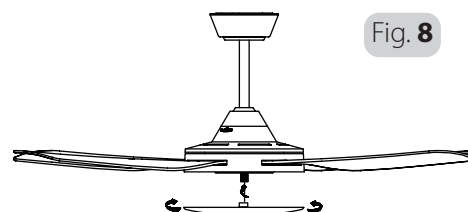

Fig. 8
10. Bei Modellen ohne Beleuchtung wird die untere Abdeckung befestigt, indem sie gegen die Unterseite des Motors ausgerichtet und im Uhrzeigersinn gedreht wird. Siehe Abb. 8
10. For non-light models; attach the bottom cover (down cover) by aligning up against the bottom of the motor and twisting in a clockwise direction. Refer Fig. 8
10. Pour les modèles sans système d'éclairage, fixez le couvercle inférieur en l'alignant avec la partie inférieure du moteur et en le faisant tourner dans le sens horaire. Voir Figure 8
10. Per modelli senza luce; attaccare la copertura inferiore (coperchio inferiore) allineandola con il fondo del motore e ruotandola in senso orario. Vedere fig. 8
10. Bij modellen zonder verlichtingsset: bevestig de bodemplaat door deze tegen de onderkant van de motor aan te drukken en met de klok mee te draaien. Zie fig. 8
10. Para modelos sem luz; prenda a cobertura inferior (cobertura descendente) ao alinhar a mesma em relação à parte de baixo do motor e girando no sentido dos ponteiros do relógio. Consulte Fig. 8